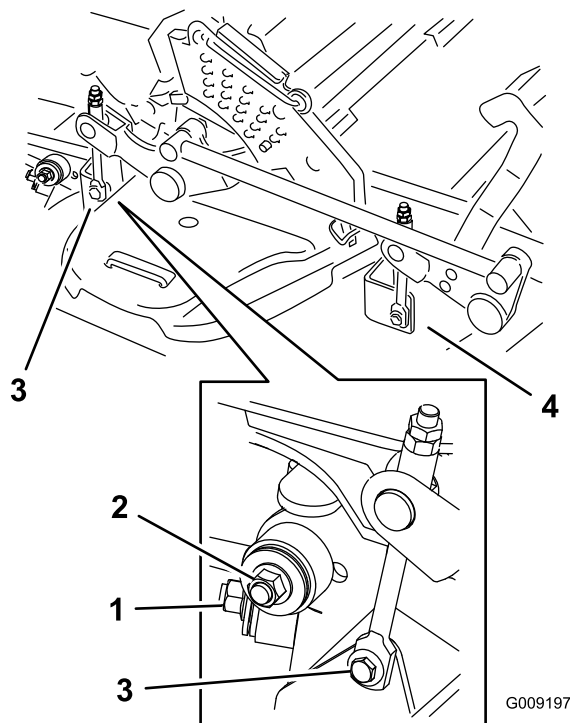

Figure 110
7. Enlevez et mettez de côté les fixations des deux côtés du plateau, comme montré à la Figure 110.